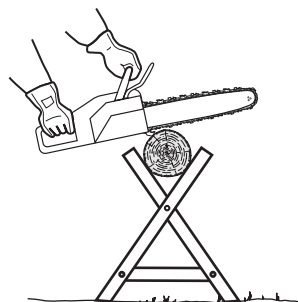

Fig. 45
- > Posez les petits rondins sur un tréteau ou sur un autre rondin pour les couper (Fig. 45).